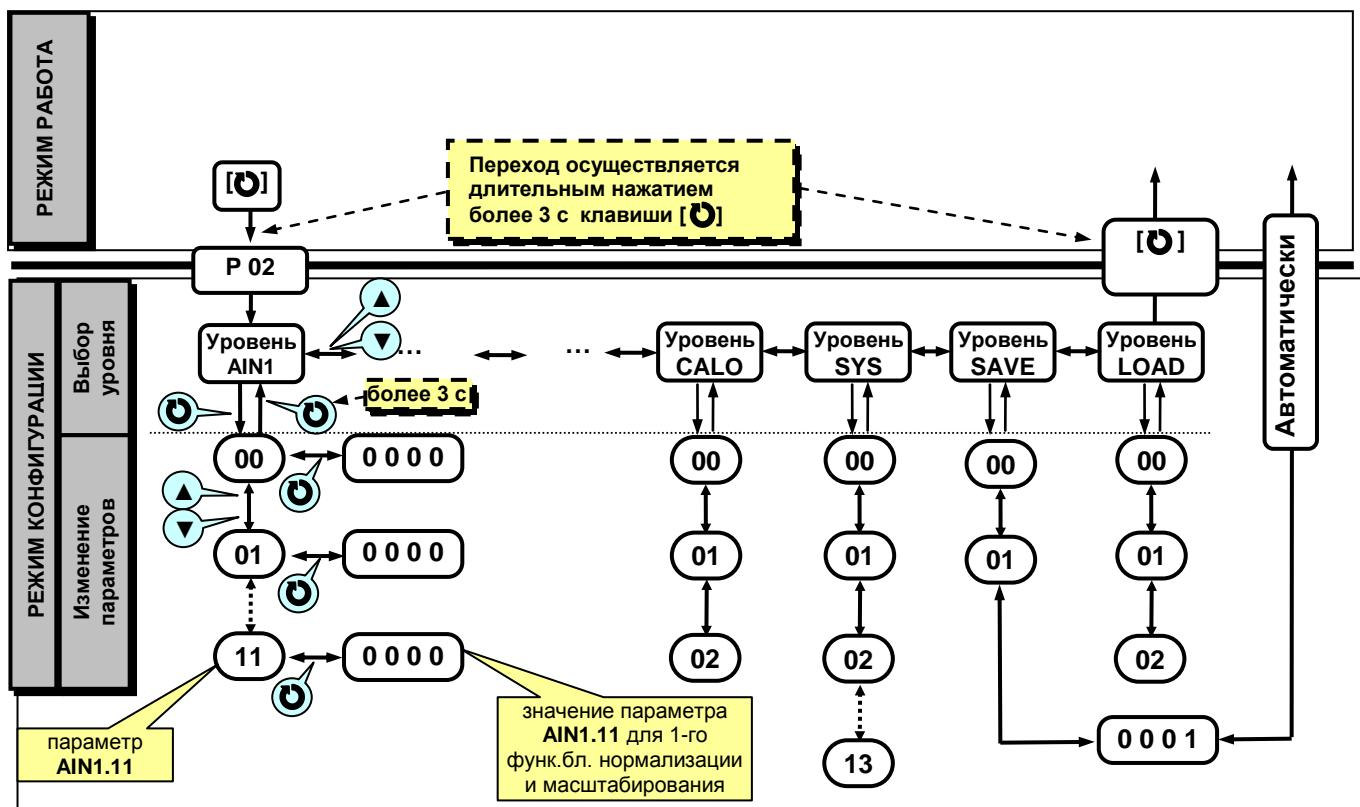

Рисунок 4.2 - Диаграмма режимов конфигурации и настроек
- Параметры, используемые в индикаторах ИТМ-111, ИТМ-111В, сгруппированы в уровни и представлены на диаграмме – см. рисунок 4.2.
В тексте руководства по эксплуатации идет ссылка на параметр из таблицы параметров индикатора в виде XXXX.УУ (например ALRM.00), где XXXX – название УРОВНЯ, а УУ – номер пункта меню (смотри рисунок 4.2).